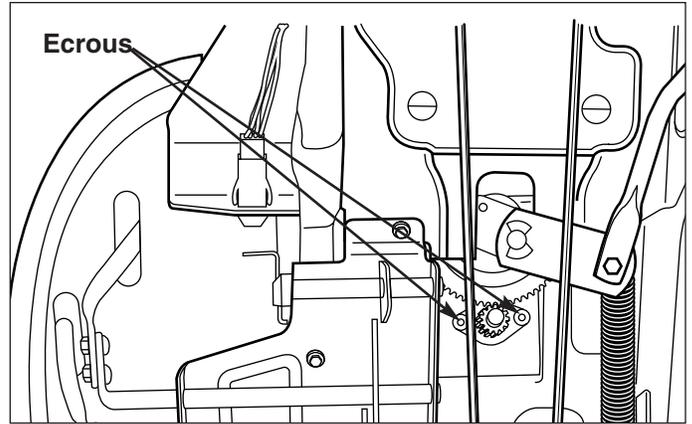

Figure 27. Réglage du pignon de direction
1. Voir la Figure 27. Repérer l'ensemble du pignon de direction sous le tracteur. Desserrer les deux écrous et ajuster le support de façon à ce que les dents du pignon soient bien engrenées.